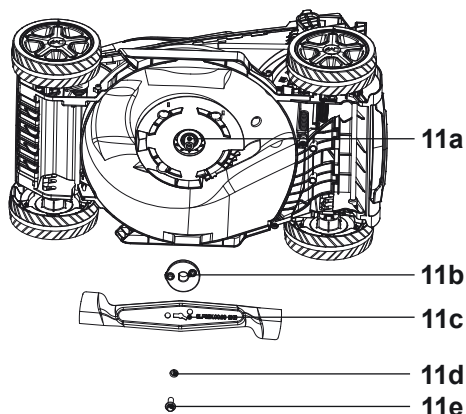

Fig. 23
- > Gardez le dessous de caisse et le dispositif de coupe (11c) propres et exempts de débris. Retirez l'herbe de la goulotte d'éjection arrière (20).
- > Dévissez l'écrou à six pans (11e) dans le sens anti-horaire avec une clé adaptée (taille 13 mm) et retirez-le avec le dispositif de coupe (11c) et la rondelle élastique (11d) (Fig. 23).